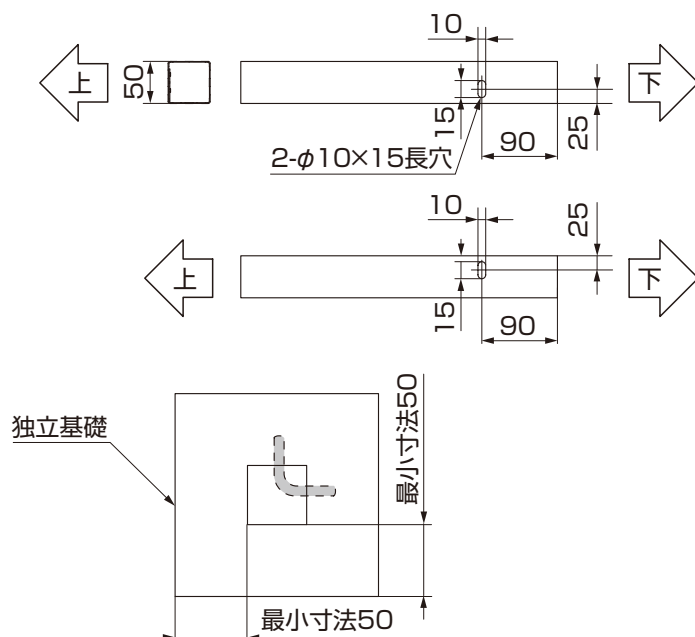

図2-4
- 柱から独立基礎端部までの距離が最小寸法50mmになる場合に実施してください。(図2-4参照)